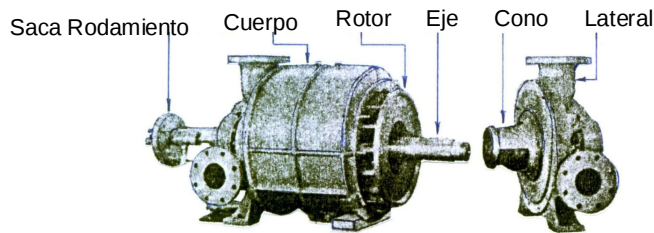

Figura 47
- e. la retirada del Conjunto Giratorio (Eje-Rotor), remueva el mancal del lado accionado utilizando un saca-rodamiento, conforme la figura 47.
Figura 47 a.